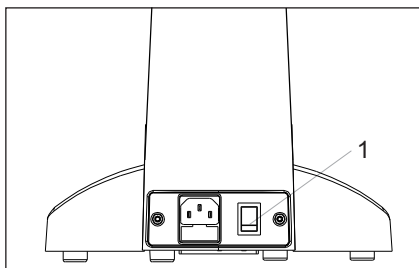

Fig. 20
2. Rote el mando de ajuste de intensidad de la luz (Fig.20) en la dirección de la flecha para aumentar el brillo o rótele en sentido contrario para disminuir el brillo. La barra de intensidad ubicada junto al mando indica la dirección del nivel de intensidad.